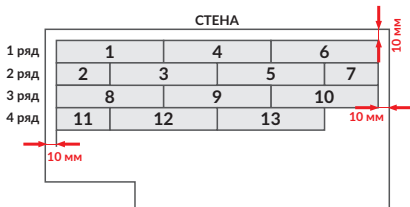

Рис. 1
4.1.1. Первые два ряда укладываются одновременно в шахматной очередности. Сначала первая планка первого ряда, потом первая планка второго ряда, разрезанная по размеру так, чтобы смещение рядов составляло не менее 300 мм. Потом вторая планка второго ряда, затем вторая планка первого ряда и т.д. (см. Рис. 1).